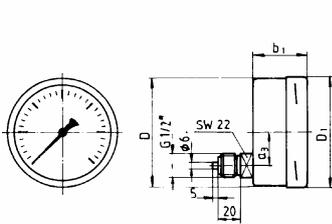
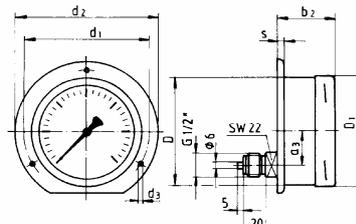
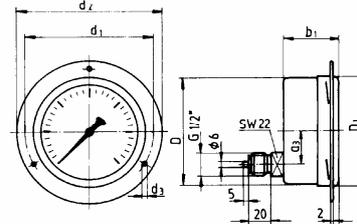

Abb. 104
Abb. 105
Abb. 106
- Abb. 104 = Anschluss rückseitig exzentrisch
- Abb. 105 = Wie Abb. 104, für Tafleinbau, mit hinterem Befestigungsrand, nach DIN 16 064, Form B
- Abb. 106 = Wie Abb. 104, für Tafleinbau, mit Einbauring, nach DIN 16 280, Form A